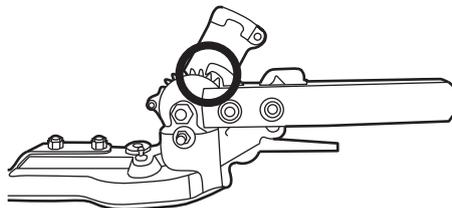

Fig. 19c
- Une fois l'angle souhaité obtenu, relâcher les leviers de déverrouillage (C4). S'assurer que le crochet s'engage entre deux dents de la roue dentée (voir Fig. 19c).